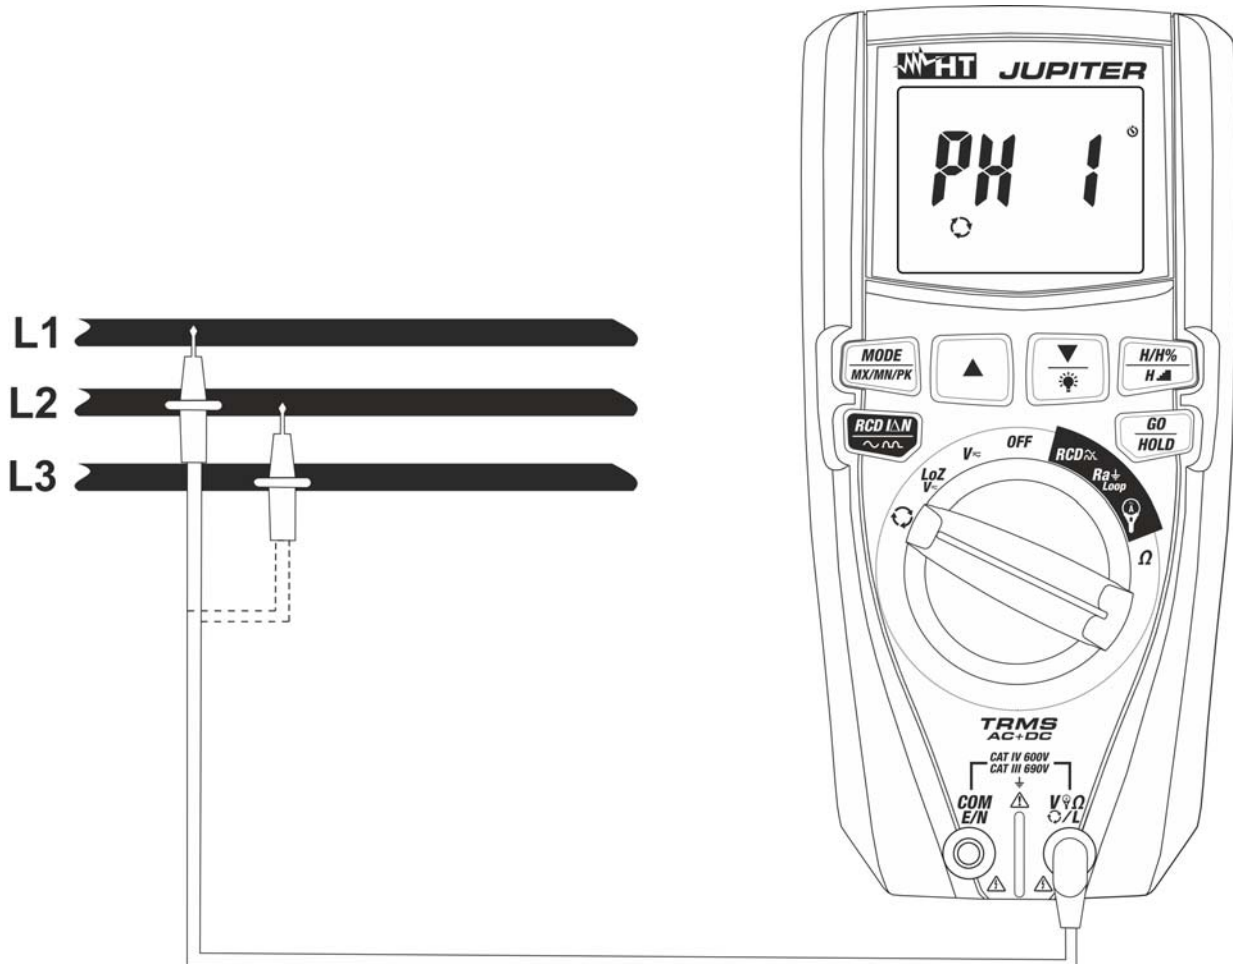
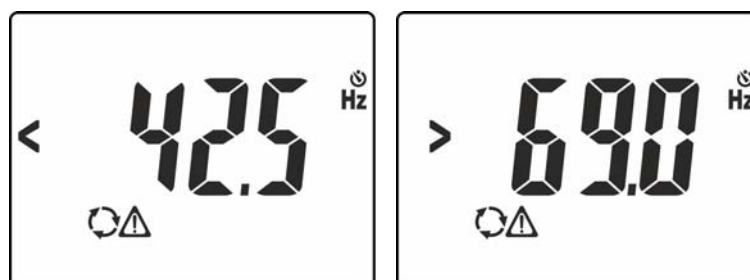
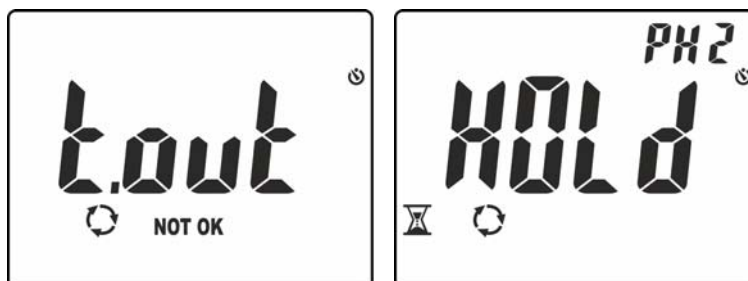

Abb. 12: Verwendung des Geräts für den Test der Phasenfolge und Phasengleichheit
Abb. 13: Angabe einer Spannung mit falscher Frequenz
Abb. 15: Ermittlung der Phase L1 und Abwarten der Phase L2
3. Halten Sie die rote Messleitung an die Phase **L1** des zu messenden dreiphasigen Systems (siehe Abb. 12). Die folgenden Meldungen können im Display erscheinen (siehe Abb. 13) und geben die Anwesenheit eines Spannungssignals an, deren Frequenz außerhalb des Bereiches **42.5Hz ÷ 69Hz** liegt. In diesen Bedingungen führt das Gerät keinen Test durch.
6. Halten Sie die rote Messleitung an Phase **L2** des zu messenden dreiphasigen Systems (siehe Abb. 12). Falls der Übergang von der Phase L1 zur Phase L2 in einer Zeit länger als **10s** erfolgt, zeigt das Gerät die Meldung **“t.out”** im Display (siehe Abb. 15 – linke Seite). Bei vorhandener Spannung und Frequenz, zeigt das Gerät die Meldung **“HOLD”**, die Symbole und **“PH2”** im Display an und der Summer gibt einen kontinuierlichen Ton ab, das Gerät überprüft dann noch ob ein stabiler Spannungswerts auf der Phase L2 (siehe Abb. 15 – rechte Seite) vorliegt.